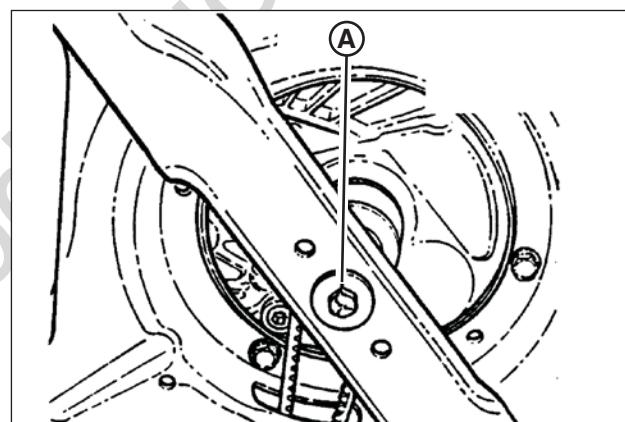

Figura 18: Apriete del tornillo de cabeza de la cuchilla
2. Incline hacia arriba el cortacésped sobre sus ruedas posteriores para acceder al tornillo de cabeza de la cuchilla (**A, Figura 18**). No incline el cortacésped con la bujía o el carburador hacia abajo.